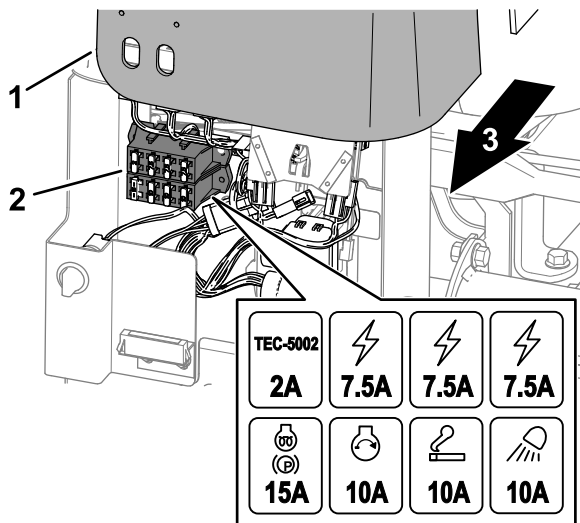

図 68
1. コントロールアームからカバーを外す 図 68。
4. コントロールアームにカバーを取り付ける 図 68。
2. ヒューズホルダーまたはヒューズブロックを点検して切れているヒューズを探し出す 図 68。